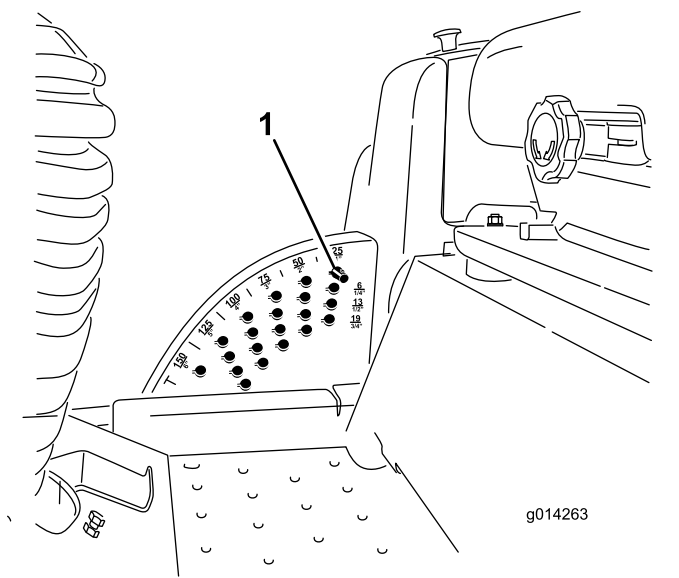

Figura 24
1. A motore acceso, tirate indietro l'interruttore di sollevamento del piatto di taglio fino a sollevare completamente il piatto e **rilasciate immediatamente l'interruttore** come mostrato nella Figura 24.
2. Girate il perno dell'altezza di taglio fino a quando la protuberanza su di esso non si allinea agli intagli previsti nei fori della staffa dell'altezza di taglio, quindi rimuovetelo (Figura 24).
3. Nella staffa dell'altezza di taglio scegliete un foro corrispondente all'altezza di taglio richiesta, inserite il perno e ruotatelo verso il basso per bloccarlo in questa posizione (Figura 24).
Nota: Vi sono 4 file di fori di posizionamento (Figura 24). La fila superiore fornisce l'altezza di taglio elencata sopra la spina. La seconda fila fornisce l'altezza elencata più 6 mm. La terza fila fornisce l'altezza elencata più 13 mm. La fila inferiore fornisce l'altezza elencata più 18 mm. La posizione di 15,8 cm ha un solo foro, situato nella seconda fila, che non aggiunge 6 mm alla posizione di 15,8 cm.